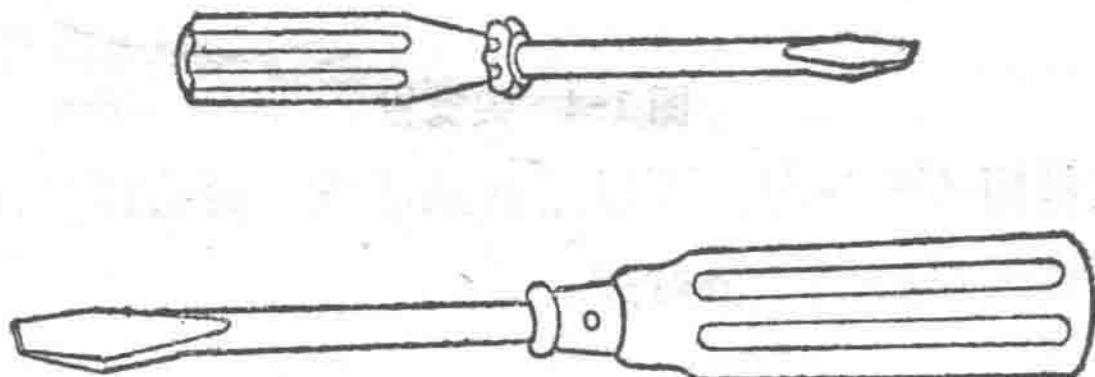

图 1-1 大、小螺丝刀
**螺丝刀**（图 1-1）：一把塑料柄小螺丝刀，用来旋动闹钟螺钉。它的塑料柄怕汽油，在使用中应避免长时间与汽油接触，否则塑料柄便会碎裂。再备一把大螺丝刀，用来旋动座、挂钟的螺钉。